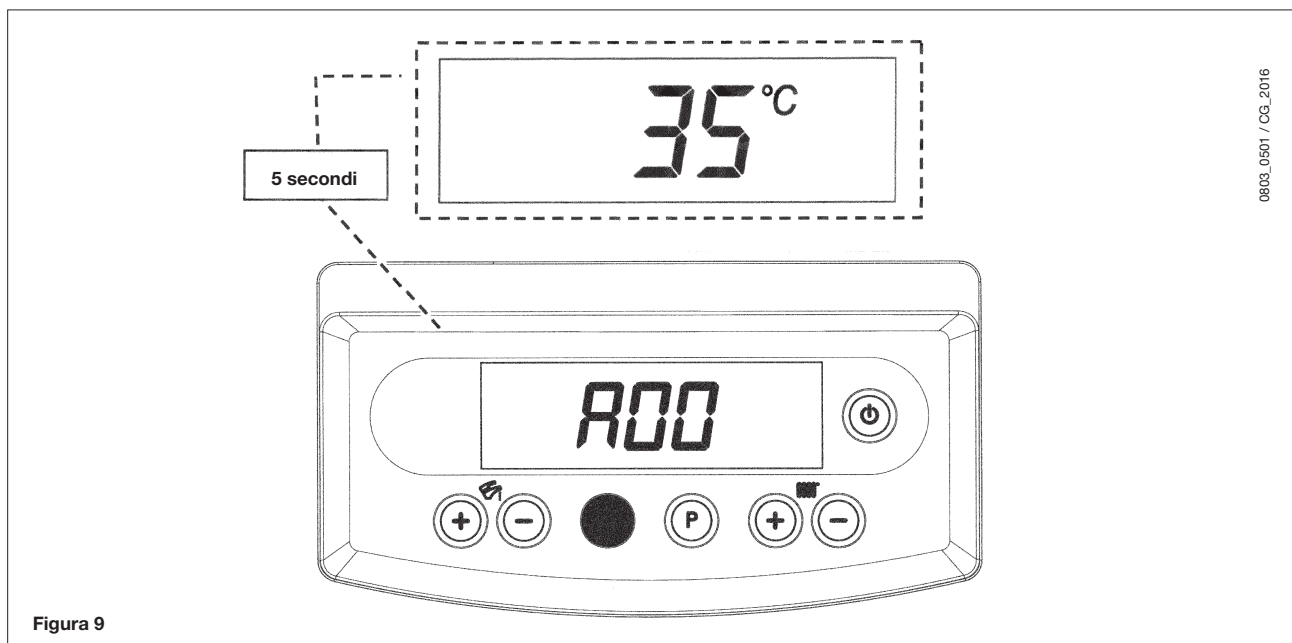

Figura 9
- Tenere premuto il tasto  $\text{R}$  per circa 6 secondi. Quando la funzione è attiva il display visualizza la scritta **"A00"** (...**"A07"**) che si alterna al rispettivo valore (figura 9);